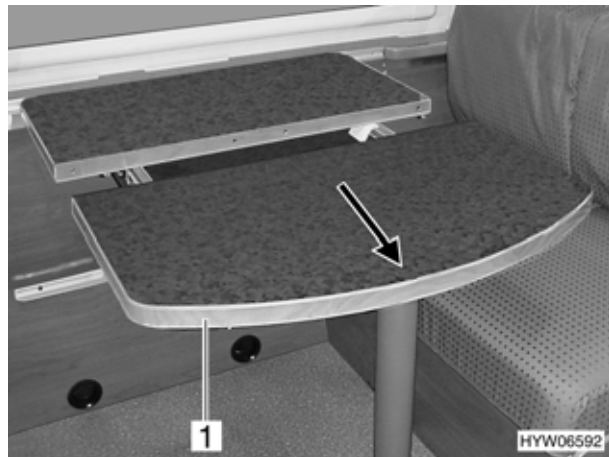

Fig. 46 Tavolo soggiorno, estrarre il piano del tavolo
- Sollevare il piano tavolo (Fig. 46,1) in direzione della freccia fino a fine corsa.